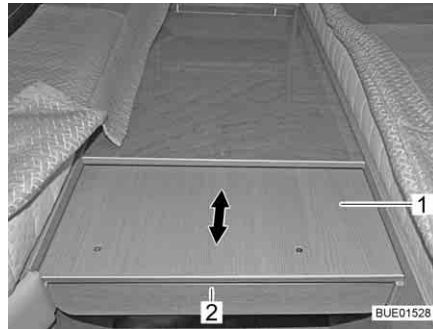

Fig. 118 Extraer el ensanchamiento de cama
- Meter las manos debajo del panel (Fig. 118,2) y extraer la prolongación (Fig. 118,1) hasta el tope.